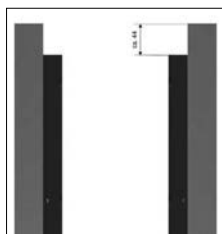
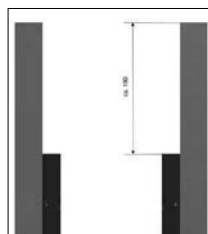

Abb. 37
Abb. 38
- » das Lamellenträgerprofil ist außermittig am Längsprofil positioniert. Beim vorderen Stirnprofil beträgt der Abstand ca. 44mm (siehe Draufsicht Abbildung 37), beim hinteren Stirnprofil (Motorseite) beträgt der Abstand ca. 190mm (siehe Draufsicht Abbildung 38).